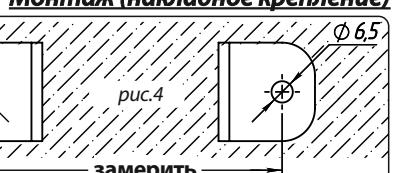

рис.4
2.Замерьте расстояние между отверстиями кронштейнов 2 и разметьте на монтажной поверхности места крепления-см.рис.4;
4.Установите кронштейн 2(2шт.) на монтажную поверхность и закрепите его(используя отверстия в кронштейне) с помощью винтов, болтов, анкеров (в комплект не входят)-см.рис.4;